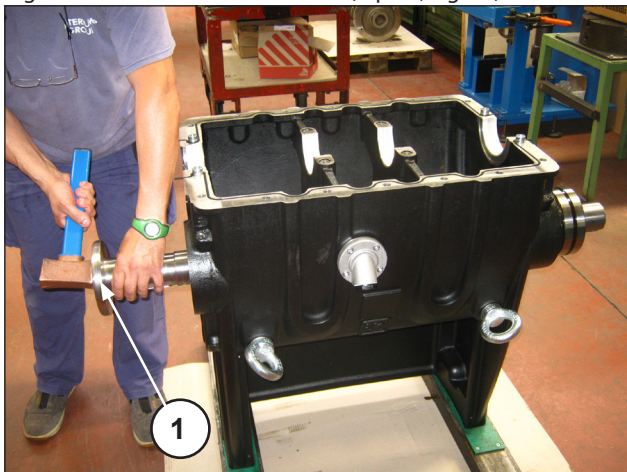

Fig. 47
Extraire l'arbre de la prise de force d'un des deux côtés à l'aide d'un marteau et d'un tampon en faisant sortir de son logement le roulement à rouleaux (rep. ①, Fig. 47).